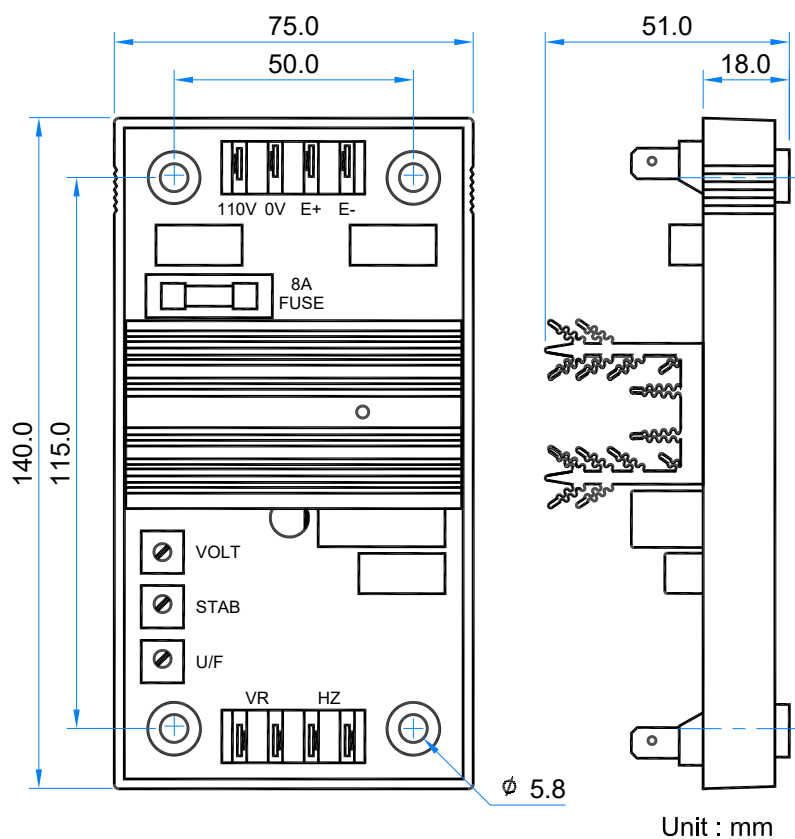

図1 寸法図
- 1.自動電圧調整器は、発電機セットの任意の適切な位置に取り付け可能です。その外形および取付け穴の寸法は図 1 を参照してください。